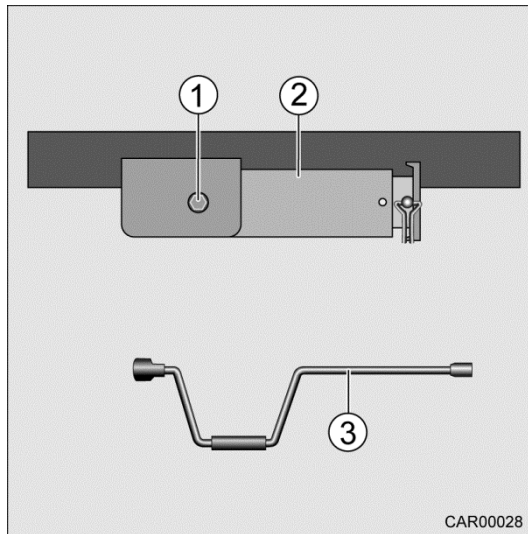

Fig. 45 Béquille arrière à manivelle
1. Enficher la manivelle (Fig. 45/3) sur l'écrou hexagonal (Fig. 45/1) et la tourner jusqu'à ce que la béquille arrière à manivelle (Fig. 45/2) pivote vers le bas.
2. Continuer à tourner la manivelle (Fig. 45/3) jusqu'à ce que la béquille arrière à manivelle (Fig. 45/2) soit à la verticale.
7. Tourner la manivelle (Fig. 45/3) jusqu'à ce que la béquille arrière à manivelle (Fig. 45/2) soit complètement en contact avec le sol.
1. Enficher la manivelle (Fig. 45/3) sur l'écrou hexagonal (Fig. 45/1) et la tourner jusqu'à ce que la béquille arrière à manivelle (Fig. 45/2) ne touche plus le sol.
6. Tourner la manivelle (Fig. 45/3) jusqu'à ce que la béquille arrière à manivelle (Fig. 45/2) soit complètement rentrée.